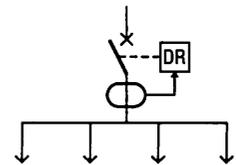

Fig. 11 : Il faut au moins un disjoncteur différentiel à l'origine de l'installation.
– Toute installation TT doit être protégée au moins par un dispositif différentiel résiduel à l'origine de l'installation (fig. 11).